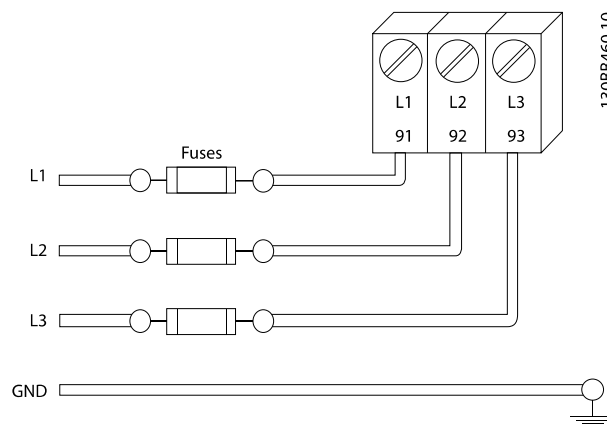

Abbildung 2.6 Frequenzumrichter Sicherungen
- Alle Frequenzumrichter müssen mit Kurzschluss- und Überlastschutz versehen werden. Dieser Schutz wird durch Sicherungen am Eingang gewährleistet, siehe *Abbildung 2.6*. 10.3 *Sicherungstabellen* zeigt die maximalen Nennwerte der Sicherungen.